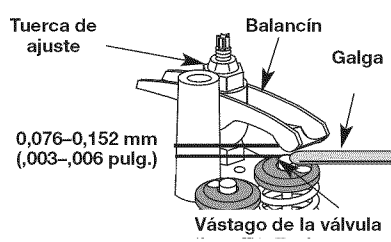

Fig. 29
7. Deslice la galga entre el brazo oscilante y el resorte de retorno de la válvula. Mida el huelgo entre el vástago de la válvula y el brazo oscilante (Fig. 29). Realice esto en las válvulas de entrada y de escape.
- a. Gire la tuerca de ajuste con una llave de 8 mm (5/16 pulgadas) o una guía de tuercas (Fig. 29).